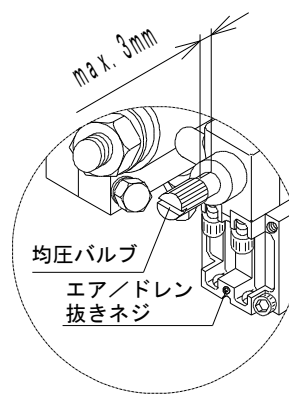

図 4(図 3. A 矢視)
- 1) 均圧バルブをシャットの状態から3回転程度ゆるめてください。(図4参照)